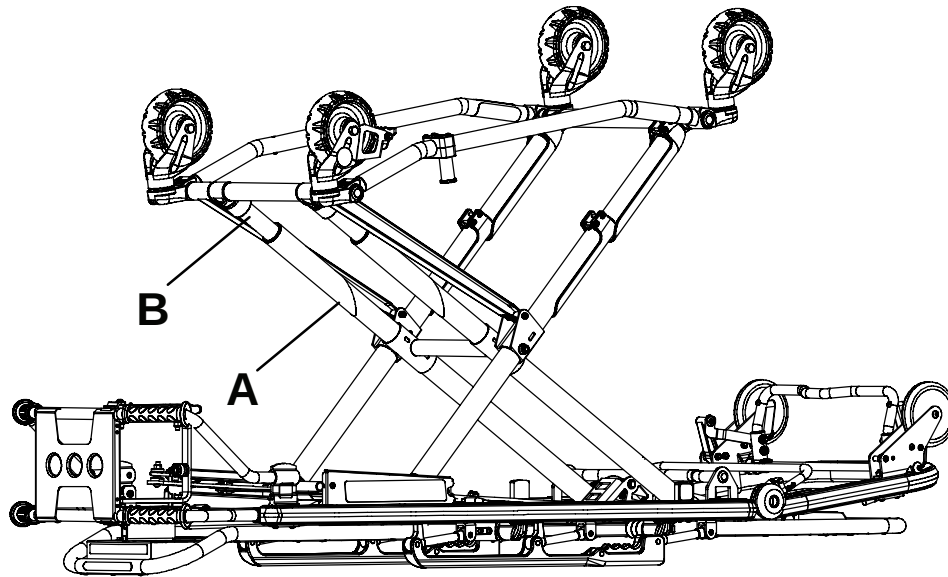

Abbildung 27 – Positionen zum Schmieren des Fahrgestells
3. **Tri-Flow™** mit **Teflon®**-Schmiermittel (6082-199-012) mit dem Kunststoff-Applikatorröhrchen in die Lücke zwischen den oberen (A) und unteren Hubholmen (B) an beiden Beinen des Fußendes sprühen (Abbildung 27).